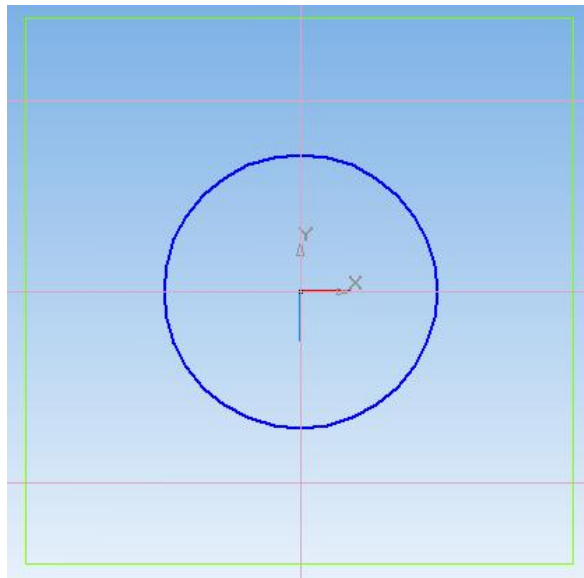

Рис. 12. Окружность построена
13. Чтобы создать окружность, щелкните по кнопке  (Создать объект), рис. 12.